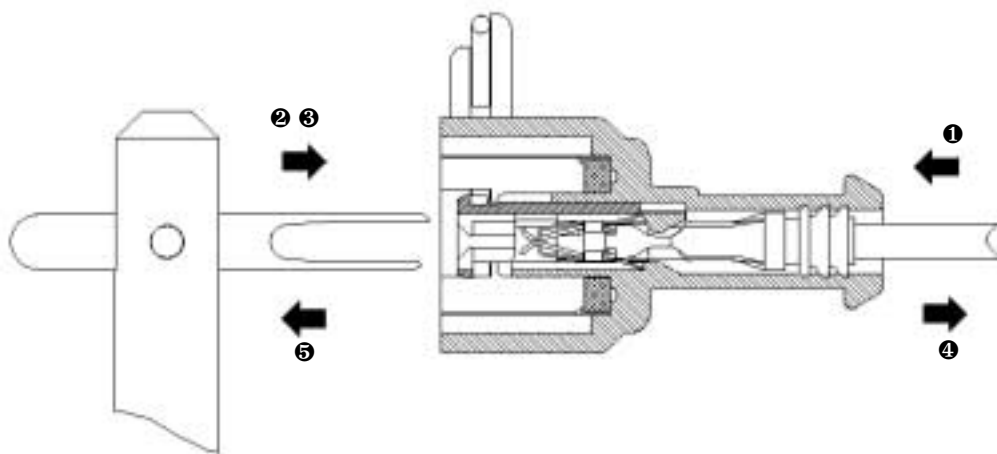

Figure 10 : Extraction d'un contact
- ❶ Prendre, entre le pouce et l'index, le fil serti sur le contact à extraire. Pousser le contact à fond dans l'alvéole du boîtier et le maintenir dans cette position.
- ❷ Introduire par l'avant du boîtier l'outil de démontage dans l'alvéole du contact à extraire. S'assurer que l'outil est bien polarisé. Sortir la lame escamotable de l'outil, et l'orienter de la façon suivante : quand le connecteur est de face et le ressort métallique vers le haut, le manche de l'outil doit être vertical et dirigé vers le bas (voir figure 10). Les deux lames de l'outil sont de part et d'autre du contact.
- ❸ Pousser sur l'outil jusqu'à sa mise en butée (les lances de verrouillage primaire du contact JPT sont alors défléchies). L'outil doit arriver en butée à l'intérieur de l'alvéole sans effort démesuré et sans exercer de rotation, afin de ne pas endommager l'alvéole.
- ❹ Tirer sur le fil légèrement, afin d'extraire le contact. Ne pas essayer d'extraire le contact en force. Si l'on rencontre une quelconque résistance, s'assurer que l'outil est correctement placé, et si nécessaire, réintroduire l'outil correctement jusqu'au déverrouillage.
- ❺ Retirer l'outil.